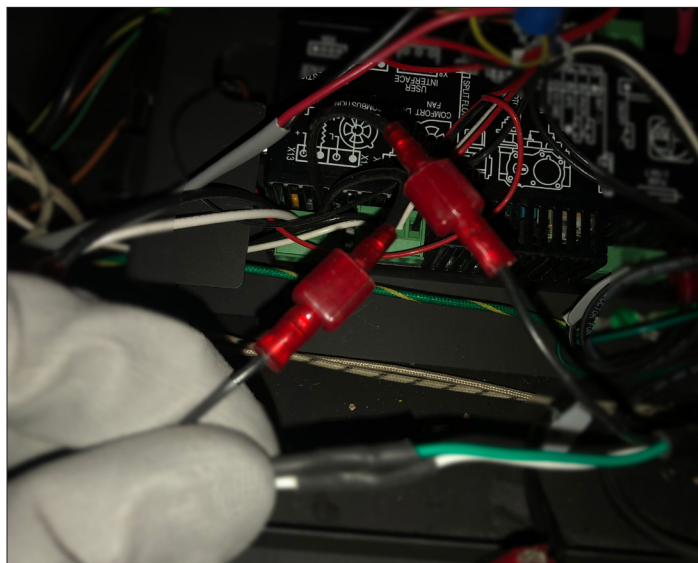

Figure 4.7, Connexion des fils noirs à branchement rapide
6. Repérez le fil jaune APS bouclé au faisceau de câble du module de contrôle. Coupez ce fil jaune en deux pour avoir deux fils jaune séparés. Dénudez env. 1/2 po (13 mm) de gaine au bout de chaque fil. Utilisez les (2) serre-fils bleu fournis, et torsadez un fil jaune APS en le croisant au fil brun venant de l'interrupteur d'aspiration du système Power Vent. Utilisez l'autre serre-fil bleu pour torsader l'autre fil jaune APS au fil rouge venant de l'interrupteur d'aspiration, tel que montré à la Figure 4.7.